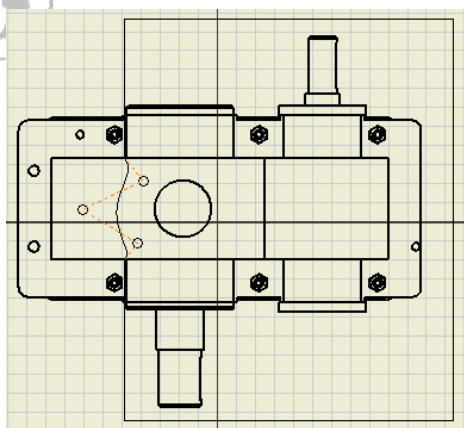

图 12-65 局部剖切的边界界面轮廓图
③选中俯视图,单击【放置视图】标签栏【草图】面板中的【创建草图】工具按钮,则新建一个与俯视图关联的草图,在此草图内绘制一个如图 12-65 所示的封闭图形作为局部剖切的边界界面轮廓。